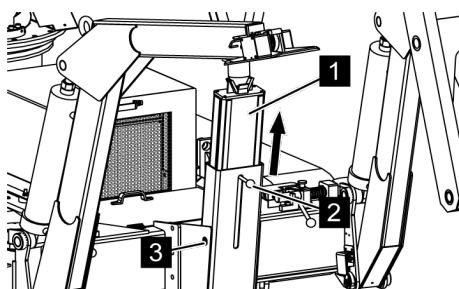

Fig. 100: Monter le support du bras télescopique
4. ➔ Tirer le support du bras télescopique (Voir la Fig. 100/1) par la poignée (Voir la Fig. 100/2) vers le haut, jusqu'à ce que les trous (Voir la Fig. 100/3) coïncident.